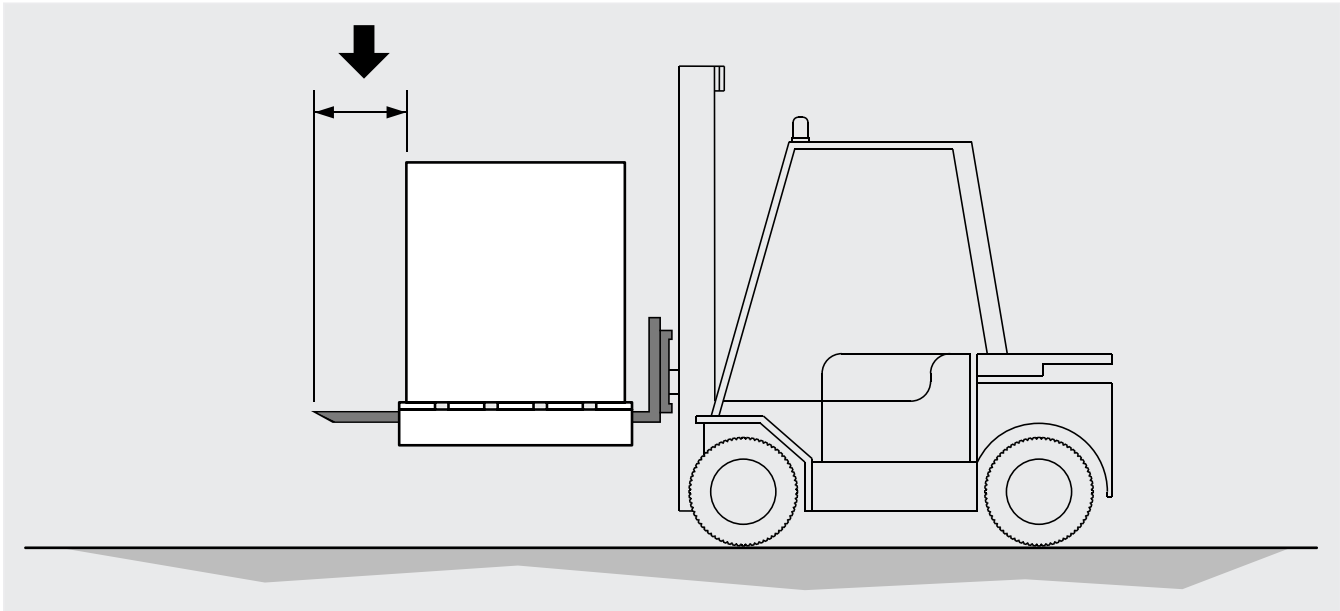

Abbildung 2
- 5.2 Die verpackte Vorrichtung muss von qualifiziertem Personal unter Verwendung einer geeigneten Gabelstapler oder mit dem Kran und / oder Brückenkran bewegt werden (Abschnitt 7). Die Hebebügel sollten länger sein als die Tiefe der Verpackung und / oder des Modells. Vermeiden Sie abrupte Bewegungen und stehen Sie nicht in der Nähe des Manövrierbereichs. Sichern Sie die Vorrichtungen immer an den Hebeorganen, bevor Sie mit der Handhabung beginnen. Schläge oder ein starker Stoß kann ein Kippen der Vorrichtung verursachen. Siehe Abbildung 2